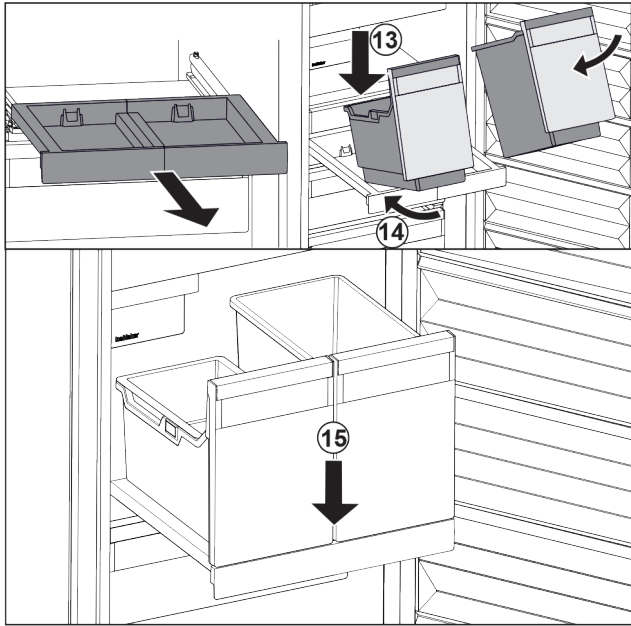

Fig. 31
- ▶ Bak schuin op het uitschuifplateau plaatsen. Fig. 31 (13)
- ▶ Bak er schuin naar achteren inschuiven. Fig. 31 (14)
- ▶ Bak aan voorzijde neerzetten. Fig. 31 (15)